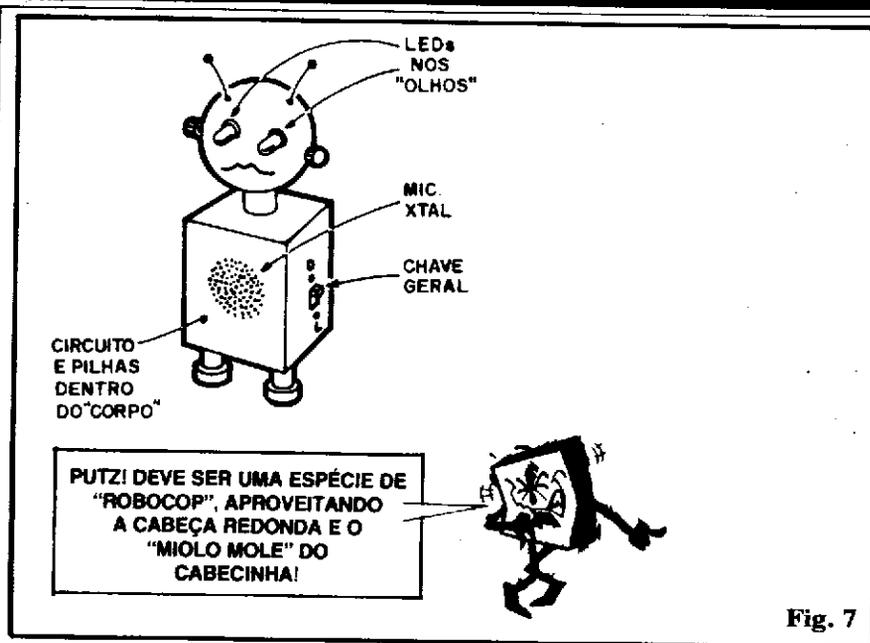

Fig. 7
- FIG. 7 - Sugestão para "acabamento" ou adaptação do circuito a um brinquedo "feito em casa" ou comprado pronto... A ilustração baseia-se no "aproveitamento" de um pequeno "robô", porém muitas outras possibilidades "estéticas" existem (a imaginação do Leitor/Aluno é o limite...). Como são dois os LEDs que manifestam a Saída do circuito, nada mais lógico que, numa figura de animal, pessoa ou robô, estes sejam aplicados aos olhos do personagem... A cápsula de microfone pode ficar em qualquer ponto conveniente do "corpo", e, embutidos neste, a placa do circuito e as pilhas... O interruptor (chave H-H mini) pode ser posicionado numa das laterais, ou na traseira do boneco...